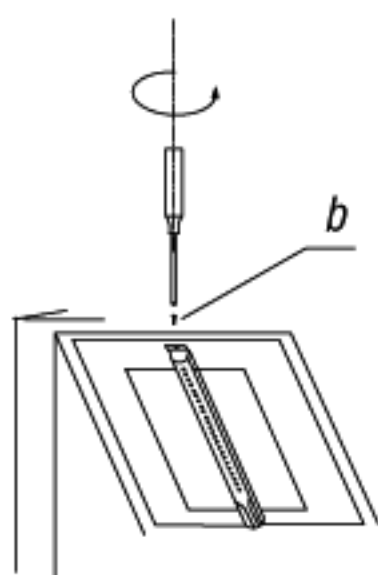

Figure 8
c) Changement de l'injecteur du grilloir gaz (Figures 8, 9, 10)